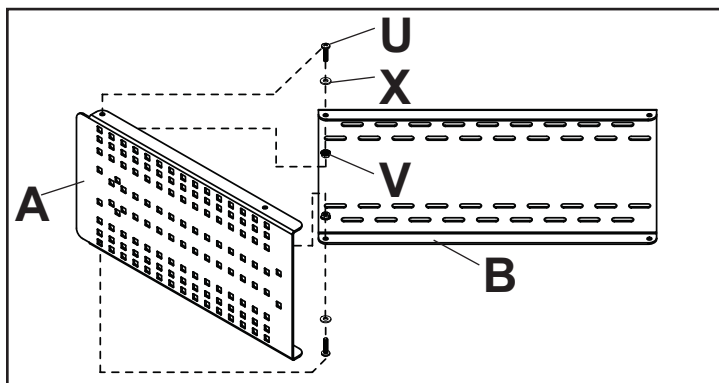
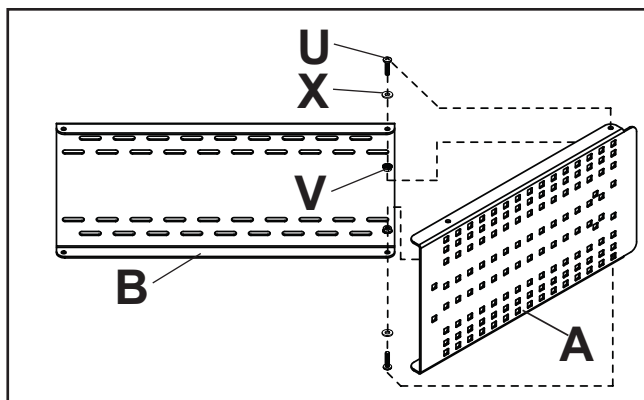

fig. 2.1
fig. 2.3
- 2** Fixez la plaque d'interconnexion (A) à la plaque murale (B) à l'aide d'une vis Phillips à tête ronde 1/4-20 x 1 po (U), d'une rondelle plate 1/4 po (X) et d'un écrou de blocage à embase crantée 1/4-20 (V) comme illustré à la fig 2.1 ou 2.2 pour les coins intérieurs ou aux fig 2.3 et 2.4 pour les coins extérieurs. Répétez l'opération pour la plaque d'interconnexion du mur opposé.
**REMARQUE :** Assurez-vous que la bride supérieure de la plaque d'interconnexion (A) est posée sur la bride supérieure de la plaque murale (B).